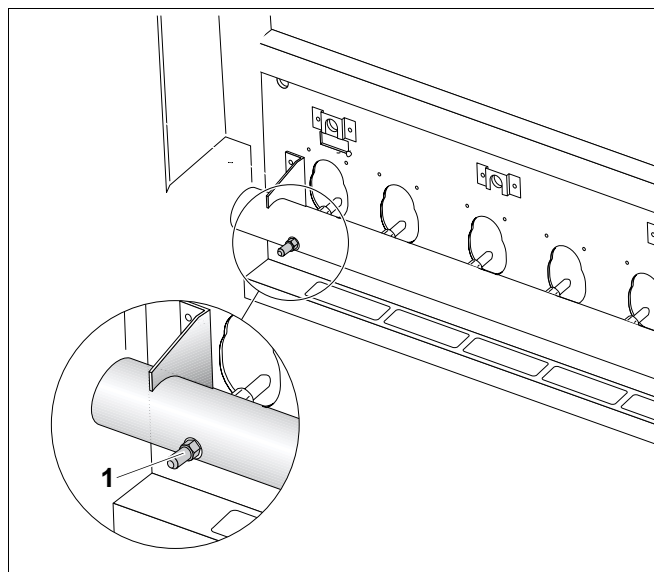

Рис. 24 Измерение давления на форсунках
- Открутить на два оборота измерительный ниппель на газораспределительной гребенке (рис. 24, поз. 1).
- Надеть шланг U-образного манометра на измерительный ниппель (рис. 24, поз. 1).